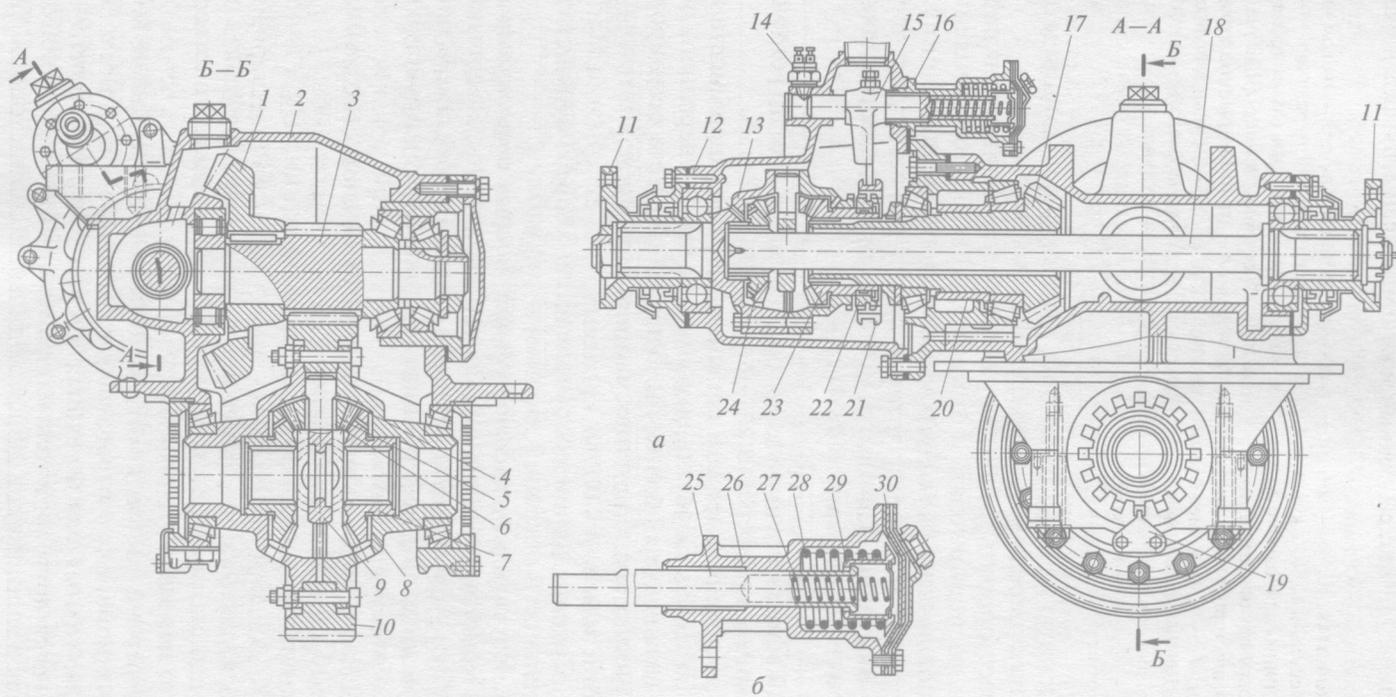

Рис. 2.13. Промежуточный мост с межосевым дифференциалом автомобиля КамАЗ-5320:
43. Изучить *устройство ведущих мостов автомобиля КамАЗ-5320*. Конструкции ведущих мостов аналогичны. Различаются они лишь тем, что промежуточный (средний) мост имеет блокируемый межосевой дифференциал (см. рис. 2.13), устройство которого необходимо изучить.